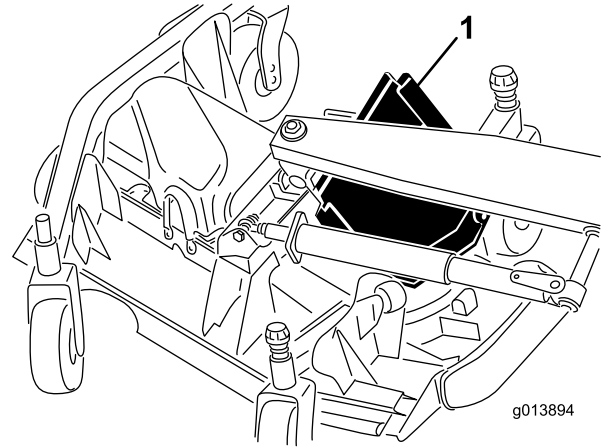

Figura 76
6. Levante el borde delantero y guíelo entre el brazo de elevación y el rodillo para retirarlo (Figura 76).